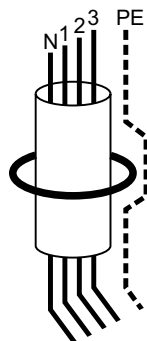

Figure 1
- utiliser un tore de diamètre nettement supérieur à celui du câble traversant (2 x Ø) (figure 1).